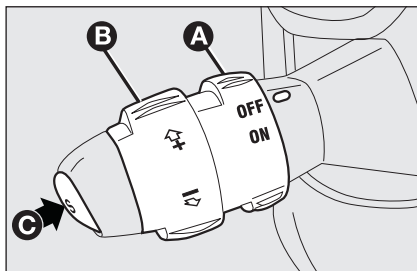

fig. 54
Tourner la bague **A**-fig. 54 en position **ON**.
- ☐ tourner la bague **A**-fig. 54 sur **ON** et en écrasant sur la pédale de l'accélérateur, porter la voiture à la vitesse souhaitée;
- ☐ appuyer sur le bouton **C-fig. 54**.
- ☐ en tournant momentanément la bague **B-fig. 54** sur (+).
- ☐ en maintenant la bague **B-fig. 54** tournée sur (-) jusqu'à atteindre la nouvelle vitesse qui restera automatiquement mémorisée.
Tourner la bague **A-fig. 54** sur **OFF** ou la clé de contact sur **STOP**. En outre, le dispositif est automatiquement désenclenché dans les cas suivants:
*En cas de mauvais fonctionnement ou en cas d'avarie du dispositif, tourner la bague A-fig. 54 sur OFF et s'adresser au Réseau Après-vente Fiat après avoir contrôlé l'intégrité du fusible de protection.*